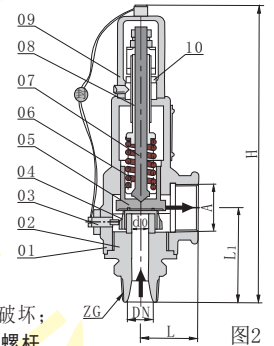

图2
- 1、开启压力已经调整好的安全阀, 若回座压力及排放压力不符合要求, 则可利用改变调节圈04[见图2]的位置来调整, 调节圈有单调节圈和双调节圈之分;